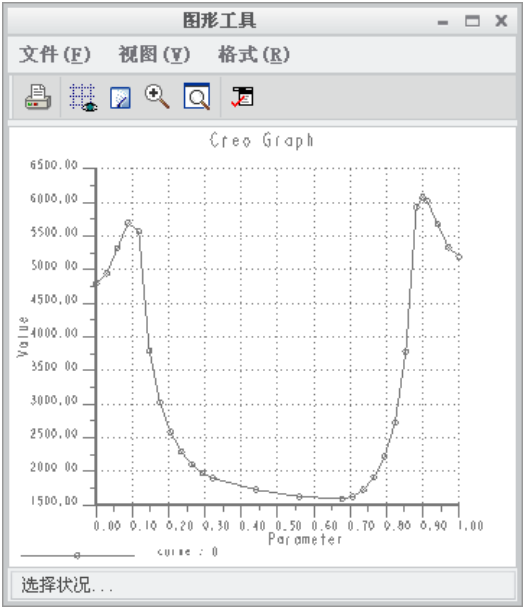
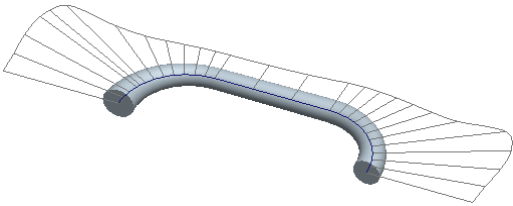

图 15.2.38 曲线图
图 15.2.39 曲线分布图
① 选择 GROUP_1 作为测量类型。
② 选中 ☒ 默认 复选框, 采用默认参考。
③ 在 **计算设置** 区域设定参数为 XSEC_AREA, 区域为“整个场”。
④ 单击 **计算** 按钮, 此时系统显示图 15.2.38 所示的曲线图, 并在模型上显示出分布图, 如图 15.2.39 所示。
⑤ 单击 **关闭** 按钮。
(4) 在 “分析” 对话框中，进行如下操作：
① 在 **结果参数** 下选择参数 UDM_min_VAL，并选中 ☐ 是单选项来创建这个参数，用同样的方法创建参数 UDM_max_val。
② 选择 **下一页** 按钮，转到下一页来创建基准参数。
(5) 在 “分析” 对话框中，进行如下操作：
① 在 **结果基准** 下选择 UDA_min_pnt_196 基准名，然后选中 ☐ 是单选项，来创建此基准参数，用同样的方法创建基准参数 UDA_max_pnt_196 及 GraphEntity_196。
② 单击 “分析” 对话框中的 **✓** 按钮。